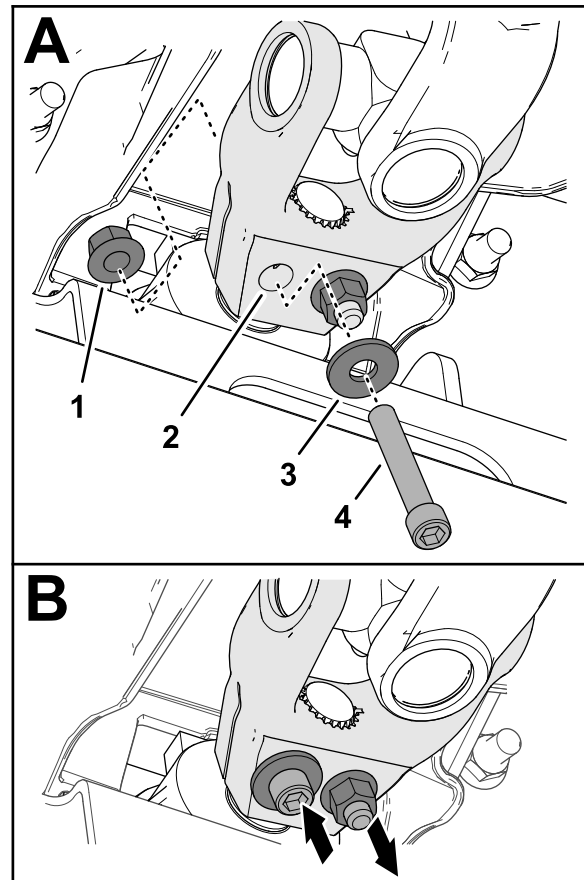

Bild 19
6. Montieren Sie eine Innensechskantschraube ($\frac{3}{8}$ " x $2\frac{1}{4}$ ") durch eine Unterlegscheibe ($\frac{3}{8}$ ") und die Bohrung in der Antriebswellengabel (**Bild 19**), und sichern Sie die Innensechskantschraube mit einer Sicherungsbundmutter ($\frac{3}{8}$ ").
7. Montieren Sie eine Innensechskantschraube ($\frac{3}{8}$ " x $2\frac{1}{4}$ ") durch eine Unterlegscheibe ($\frac{3}{8}$ ") und die Bohrung in der Antriebswellengabel von der entgegengesetzten Richtung (**Bild 19**), und sichern Sie die Innensechskantschraube mit einer Sicherungsbundmutter ($\frac{3}{8}$ ").